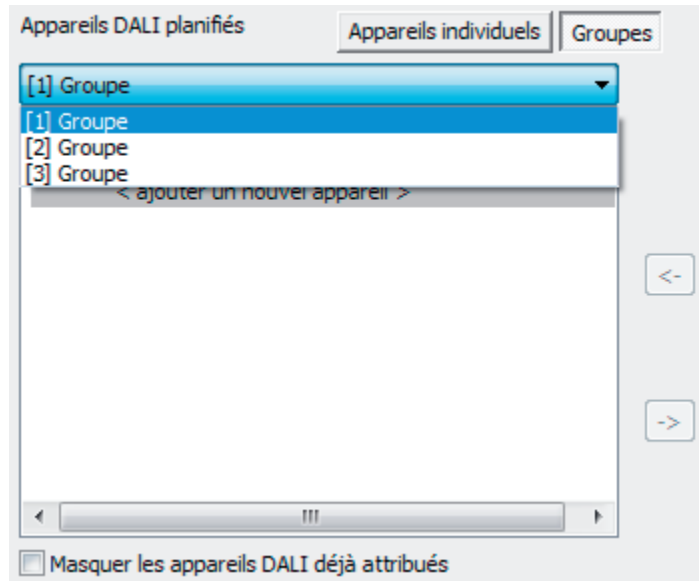

Figure 67: Sélectionner un groupe
- Dans la partie gauche de l'environnement de mise en service DALI, sélectionner le groupe nécessaire auquel les équipements doivent être ajoutés.(figure 67).